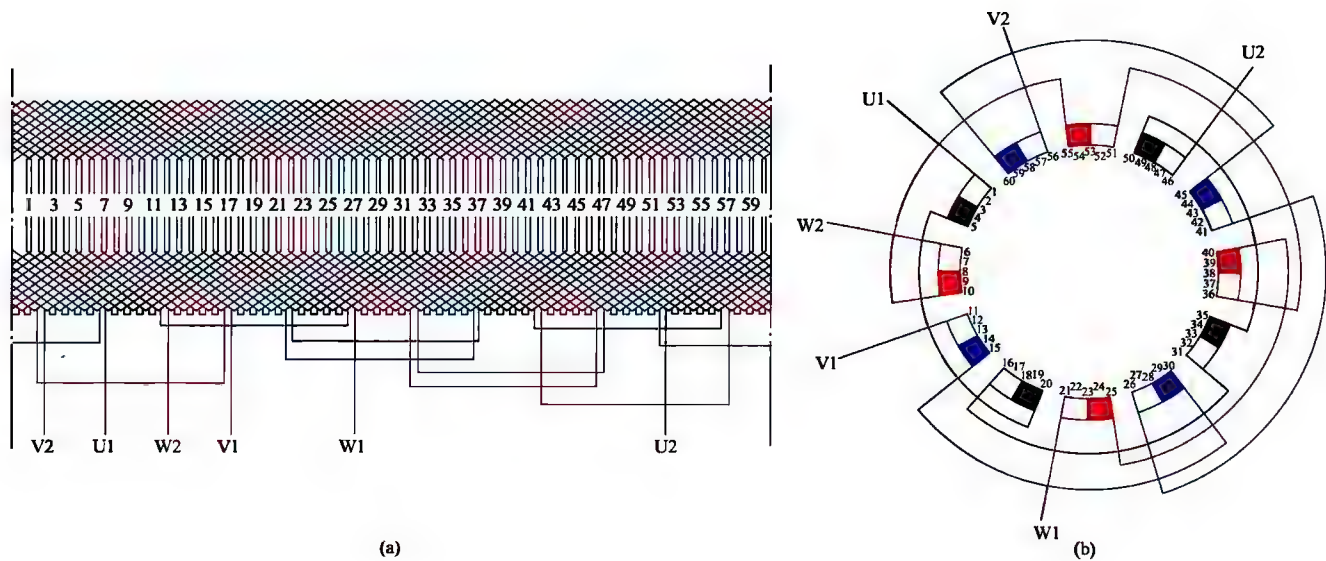

图 1-46 三相 4 极 60 槽双层叠绕组 1 路接法
46. 三相 4 极 60 槽双层叠绕组 1 路接法展开图与接线圆图（见图 1-46）